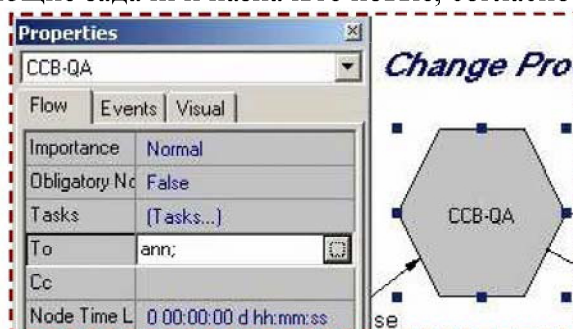

Рис.36. Назначение пользователя на узел
- Удалите существующего пользователя в узле «CCB-QA» и добавьте Энн. (рис. 36)